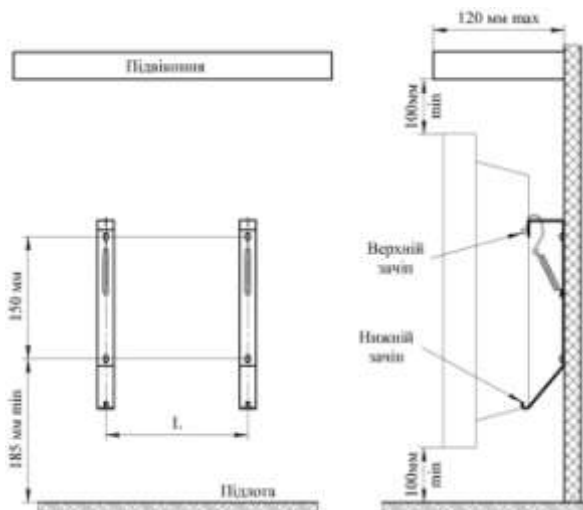

Рис. 3
5.5 Поєднайте прямокутні отвори на задній стінці конвектора з верхніми зачепами (рис. 3) кронштейнів і надягніть конвектор на зачепи.